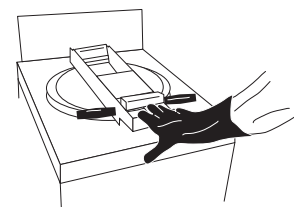

ABBILDUNG 9
B. Erst dann die Griffstange zum Öffnen des Deckels anfassen, wenn sich der Deckel beim Drücken der Deckelverriegelung nach unten bewegt (siehe Abbildung 9).